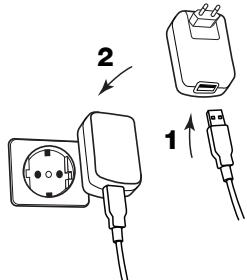

Ilustración 7
- 2 Inserte el otro extremo del cable USB en el cargador de enchufe. Vea la Ilustración 7.